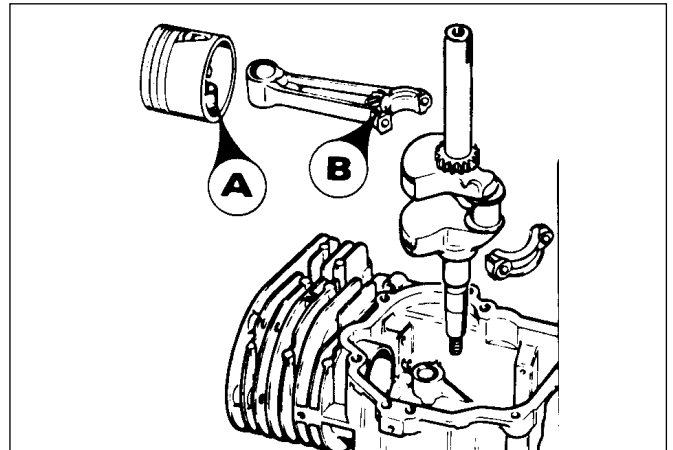

Abb. 49
e) KOLBEN UND PLEUELSTANGE (Abb. 49).